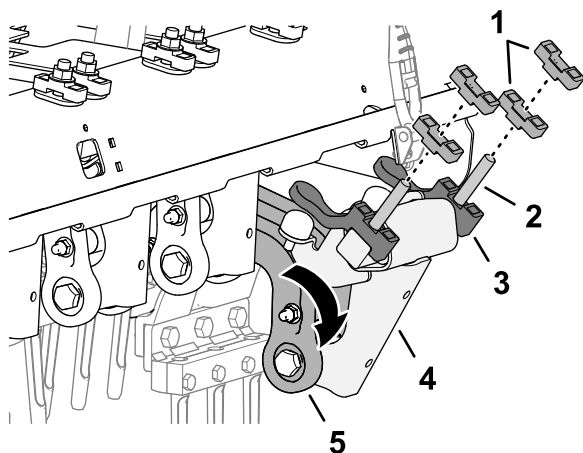

**Figure 121**
1. Retirez les 2 contre-écrous à embase qui fixent l'arbre d'amortisseur Roto-Link au cadre arrière de la machine (Figure 121).